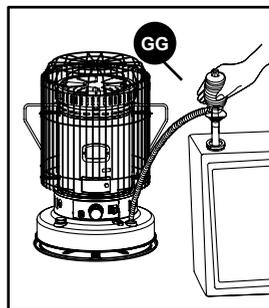

Fig.10
Antes de abastecer el calentador de combustible, lleve el calentador, el queroseno y la bomba del sifón manual (GG) al aire libre. Para usar la bomba del sifón manual, apriete la tapa en la parte superior del sifón, coloque el tubo recto en el recipiente de queroseno e inserte el tubo flexible en la abertura del tanque de combustible. Al apretar el bulbo de la bomba del sifón, el combustible se transferirá del recipiente de queroseno al tanque del calentador (Fig. 10). Observe atentamente el indicador de combustible en la base del calentador para saber cuándo se está llenando el tanque. Cuando se acerque a la marca que indica que está lleno, afloje la tapa en la parte superior de la bomba del sifón. Esto detendrá el flujo de queroseno. **NO LLENE DEMASIADO SU CALENTADOR.** Deje que la bomba del sifón se drene completamente antes de retirarla del tanque y del recipiente de queroseno.